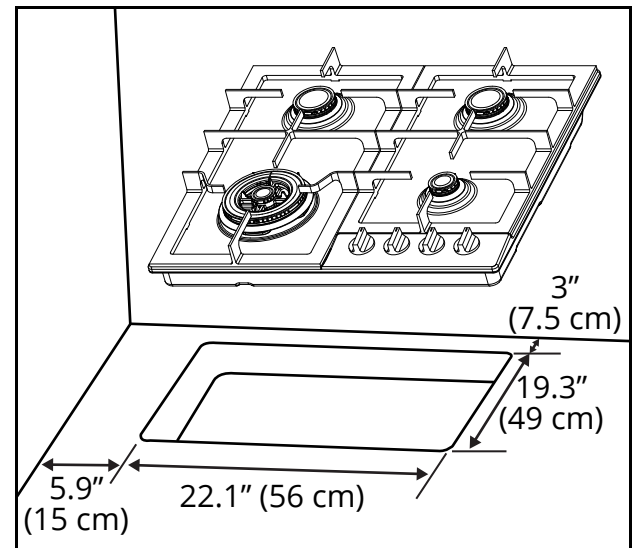

Figure 9
- 2) Coupez l'ouverture dans le comptoir. Pour s'assurer de la précision, il est mieux de fabriquer un gabarit (voir Figure 9) pour l'ouverture. Assurez-vous que les côtés sont parallèles et que les coupes à l'arrière et sur le devant soient exactement perpendiculaires aux côtés. Respectez tous les dégagements minimum.